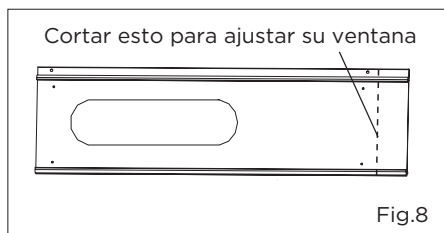
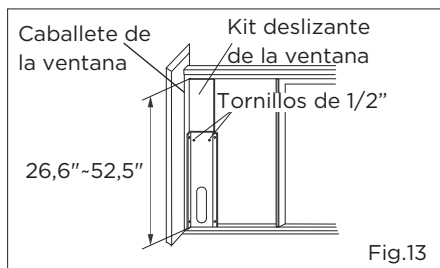

Fig.8
Fig.13
2.Abrir el marco de la ventana y colocar el kit deslizador de la ventana en el caballete de la ventana (Fig.7). Instalar el kit deslizador de la ventana en el caballete de la ventana. Ajustar la longitud del kit deslizador de la ventana según el ancho de la ventana. Atornillar los dos tornillos en el kit deslizador de la ventana. Ver (Fig.7). Cortar el kit deslizador ajustable de la ventana si el ancho de la ventana es menor que 26,6 pulgadas (Fig.8).
2. Abrir el marco de la ventana y colocar el kit deslizante de la ventana en el caballete de la ventana (Fig.13). Instalar el kit deslizante de la ventana en el caballete de la ventana. Ajustar la longitud del kit deslizante de la ventana según la altura de la ventana.
Atornillar los dos tornillos en el kit deslizante de la ventana. Ver (Fig.13). Cortar el kit deslizante ajustable de la ventana si la altura de la ventana es menor que 26,6 pulgadas (Fig.8).